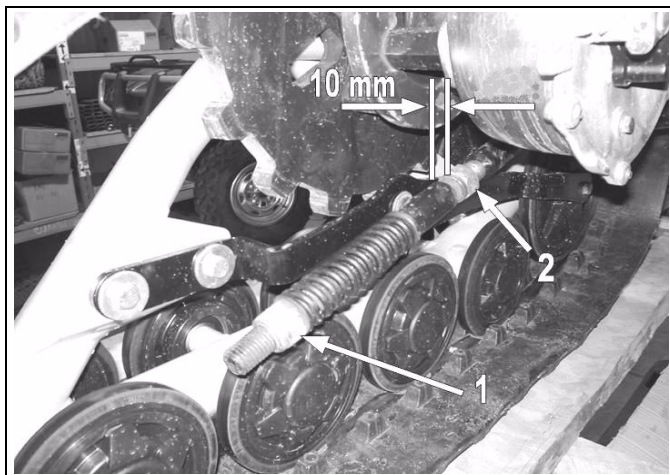

Figure 7
- Desserrer l'écrou (1) comprimant le ressort du bras stabilisateur (voir la Figure 7).
- Régler l'écrou (2) afin de produire une distance de 10 mm tel qu'indiqué.
- Tourner l'écrou (1) jusqu'à ce qu'il vienne en contact avec le ressort. Comprimer ensuite le ressort en tournant cet écrou de 1,5 tour.